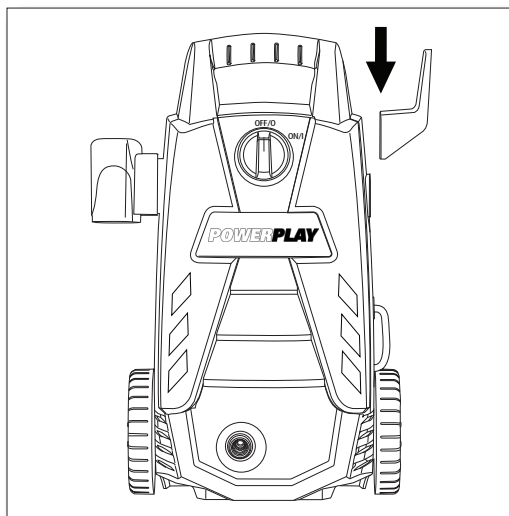

Fig. 3
- Glissez l'enrouleur sur le côté droit de la laveuse à pression lorsque vous y faites face. Ne nécessite pas de vis. (**Fig. 3**)